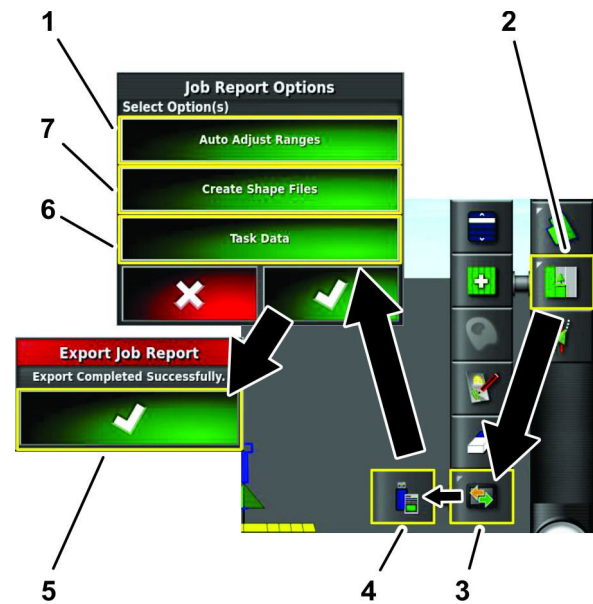

Bild 29
1. Tippen Sie auf das Symbol Jobmenü (Bild 29).
2. Tippen Sie auf das Symbol für das Menü Datenaustausch (Bild 29).
3. Tippen Sie auf das Symbol Jobbericht zu USB exportieren (Bild 29).
5. Tippen Sie auf das Symbol FORM-DATEI ERSTELLEN (Bild 29).
6. Im Dialogfenster Optionen Jobberichte, das Bestätigen-Symbol (Bild 29) drücken.
7. Im Dialogfenster Jobberichte exportieren, das Bestätigen-Symbol (Bild 29).